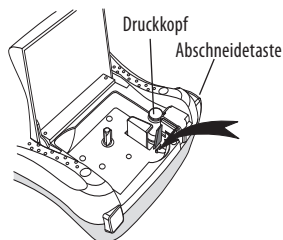

Abbildung 6
2. Drücken Sie die Abschnidetaste nach unten und halten Sie sie gedrückt, um das Schneidmesser freizulegen. Siehe Abbildung 6.
Siehe Abbildung 6.